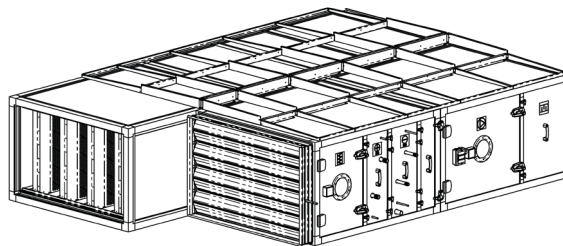

Abb. 7.2
3. Montieren Sie die andere Seite des Rahmens auf die gleiche Weise wie die erste (siehe Abbildung 7.2).